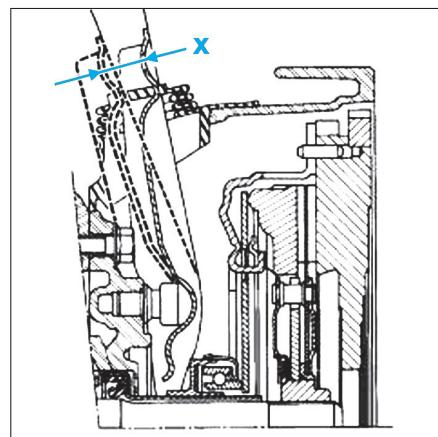

Fig. 10
- Contrôler la course de déplacement (X) de la fourchette qui doit être de  $29,5 \pm 0,5$  mm (Fig.10).